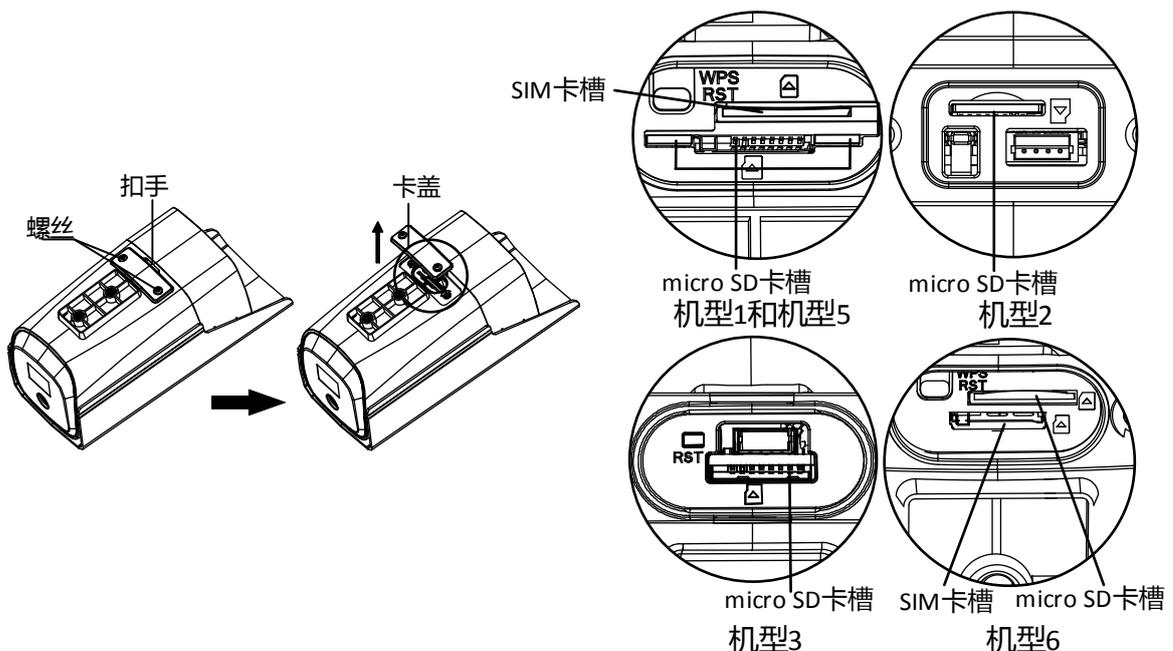

图2-1 安装 SD 卡/SIM 卡
2. 沿图 2-1 所示方向，轻轻插入 SD 卡/SIM 卡。